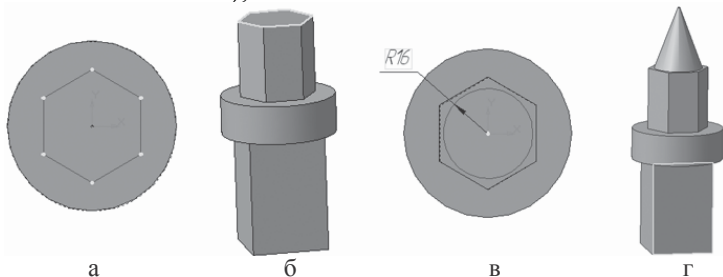

Рис. 3
- ортогональное черчение. Расположите шестиугольник, как показано на рис. 3 а;
- щелчком ЛКМ выделите верхнюю грань призмы (вы укажите плоскость для дальнейшего построения – зеленая) – рис. 3 б;
- установите курсор мыши в начало координат (сработает глобальная привязка Ближайшая точка). Постройте окружность радиусом 16 мм (рис. 3 в);
- щелчком ЛКМ выделите переднюю грань параллелепипеда (вы укажите плоскость для дальнейшего построения – зеленая) – рис. 3 г;